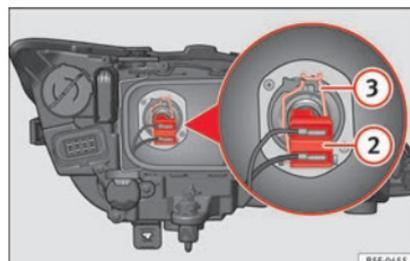

Abb. 103 Abblendlicht
- Ziehen Sie den Stecker » **Abb. 103** ② von der Lampe ab.
- Nehmen Sie die Haltefeder » **Abb. 103** ③ durch Eindrücken und Rechtsdrehung ab.